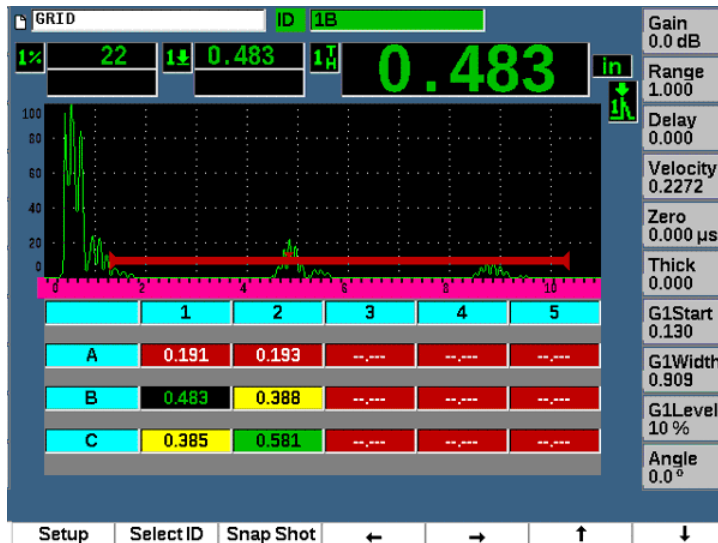

Figura 10-26 Comandi della Griglia nella schermata Contenuti
4. Usare **Selez. ID** (Select ID) [tasto P2] per selezionare uno specifico ID da visualizzare (vedere Figura 10-26 a pagina 251).